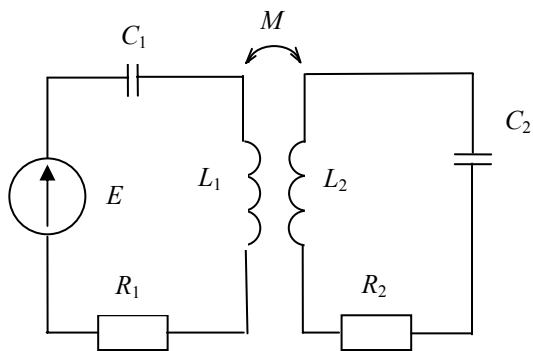

Рис. 4.18
4.4.4. Индуктивно-связанные контуры (рис. 4.18) имеют параметры:  $L_1 = 12$  мкГн;  $R_1 = 10$  Ом;  $L_2 = 10$  мкГн;  $R_2 = 8$  Ом. Оба контура настроены на частоту генератора  $f_0 = 5 \cdot 10^6$  Гц, ЭДС генератора  $E = 4$  В. Определить, при какой взаимной индукции  $M$  ток во вторичном контуре достигает максимально возможного значения и величину этого тока.
4.4.7. Схема системы связанных контуров приведена на рис. 4.18. Амплитуды токов, протекающих в контурах  $I_{m1} = 100$  мА,  $I_{m2} = 40$  мА, частота ЭДС  $f_0 = 2,5 \cdot 10^6$  рад/с. Определить сопротивление, вносимое из второго контура в первый, и коэффициент связи. Параметры схемы:  $L_1 = L_2 = 300$  мкГн;  $C_1 = C_2 = 500$  пФ;  $R_1 = 8$  Ом;  $R_2 = 10$  Ом.
4.4.8. Схема системы связанных контуров приведена на рис. 4.18. Найти величину емкости  $C_1$  и КПД при первом частном резонансе. Параметры схемы:  $E = 50 \cos 10^6 t$  В;  $L_1 = 400$  мкГн;  $L_2 = 200$  мкГн;  $C_2 = 4000$  пФ;  $R_1 = 20$  Ом;  $R_2 = 100$  Ом;  $M = 60$  мкГн.
4.4.9. Для системы связанных контуров (рис. 4.18) найти величину емкости  $C_2$  и КПД во втором частном резонансе. Параметры схемы:  $E = 50 \cos 10^6 t$  В;  $L_1 = 250$  мкГн;  $L_2 = 200$  мкГн;  $C_1 = 2000$  пФ;  $R_1 = R_2 = 20$  Ом;  $M = 100$  мкГн.
4.4.14. Полосовой фильтр состоит из двух одинаковых контуров, связанных индуктивно (рис. 4.18). Параметры контуров:  $L_1 = L_2 = 400$  мкГн,  $C_1 = C_2 = 100$  пФ,  $R_1 = R_2 = 10$  Ом. Определить наибольшую полосу пропускания фильтра и коэффициент связи, при котором эта полоса обеспечивается. Найти взаимную индуктивность контуров фильтра.